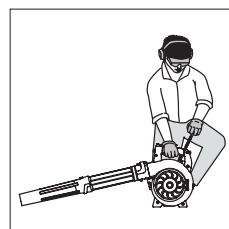

Fig. 14
3. Agache-se na posição de início [Fig. 14].